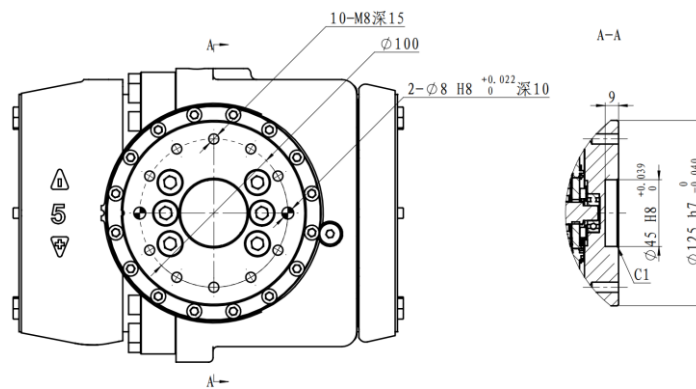

图 3-7 SR70/2180 工具法兰安装尺寸图
4. SR70/2180 工具法兰安装尺寸如图 3-7 所示。